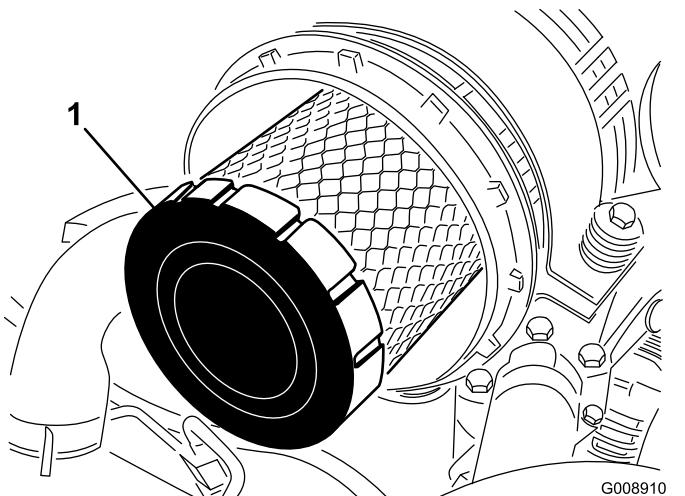

図 46
- 1次フィルタ(図 46)を取り外して交換する。エレメントを洗って再使用しないこと。洗浄によってフィルタの濾紙を破損させる恐れがある。